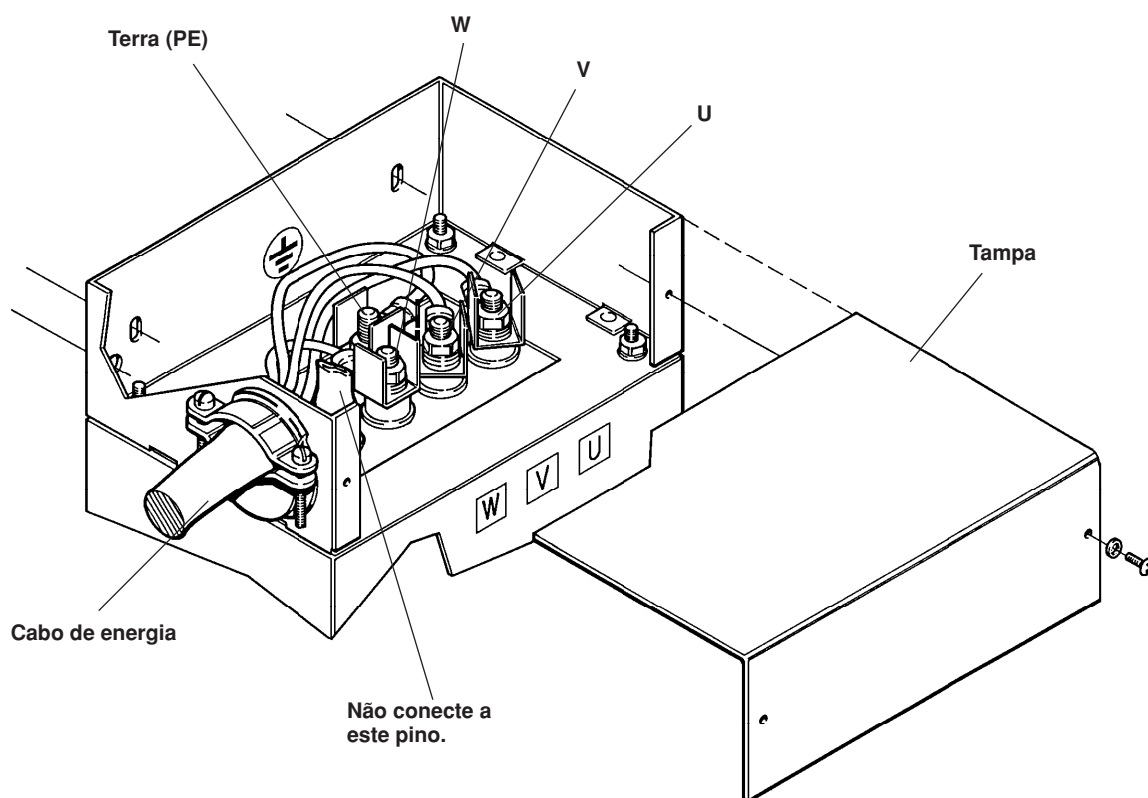

Figura d-1 Conexões do cabo de energia ao Filtro EMI
1. Localize o filtro EMI, que está localizado na parte inferior traseira, à direita da fonte de energia (veja Figura d-1).